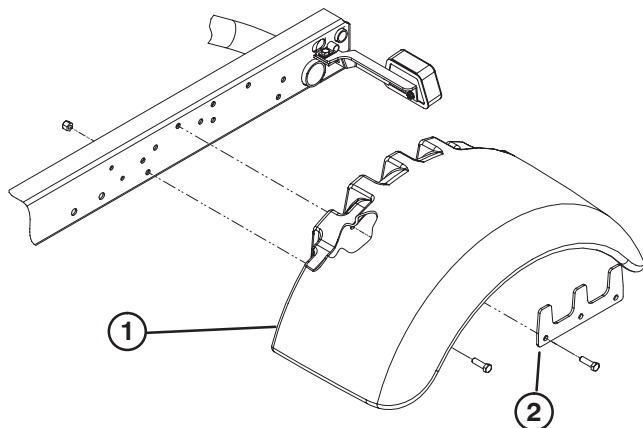

Figura 2
4. Fissate, senza stringere troppo, un paraurti da ciascun lato del telaio con una piastra d'appoggio, 5 viti a testa cilindrica da 3/8 x 1-1/4 poll. lungh., e un dado di bloccaggio, come illustrato nella figura 2.